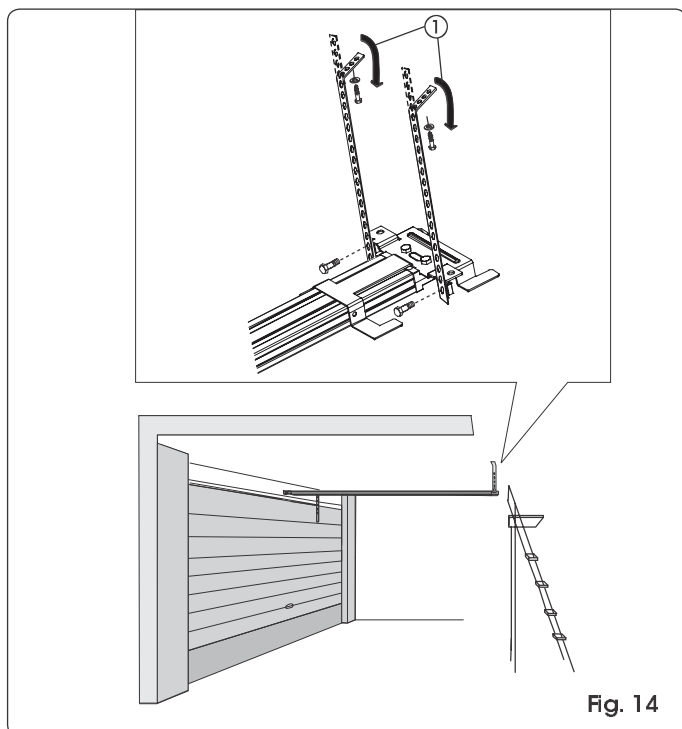

Fig. 14
- 11) Monteer de beugels op de bevestiging aan de achterkant en zet de geleiderail weer terug (Fig 14).